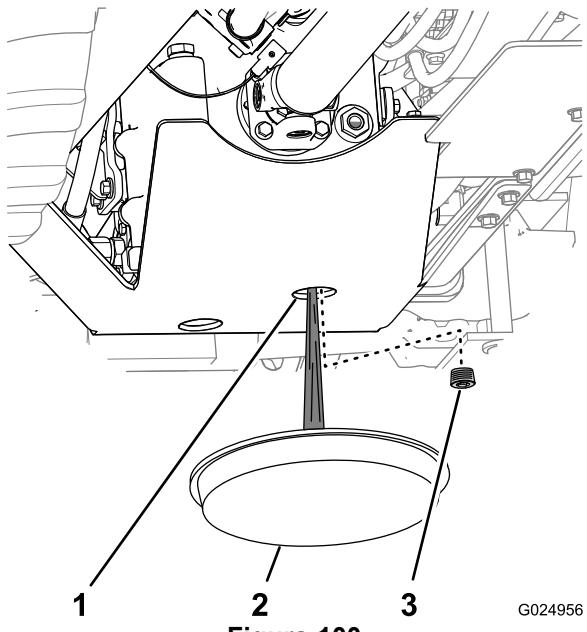

Figura 100
2. Posicione uma bandeja de drenagem sob o orifício dianteiro na proteção da transmissão (Figura 100).
3. Através da proteção da transmissão, limpe a área em torno do bujão de drenagem da transmissão (Figura 100).